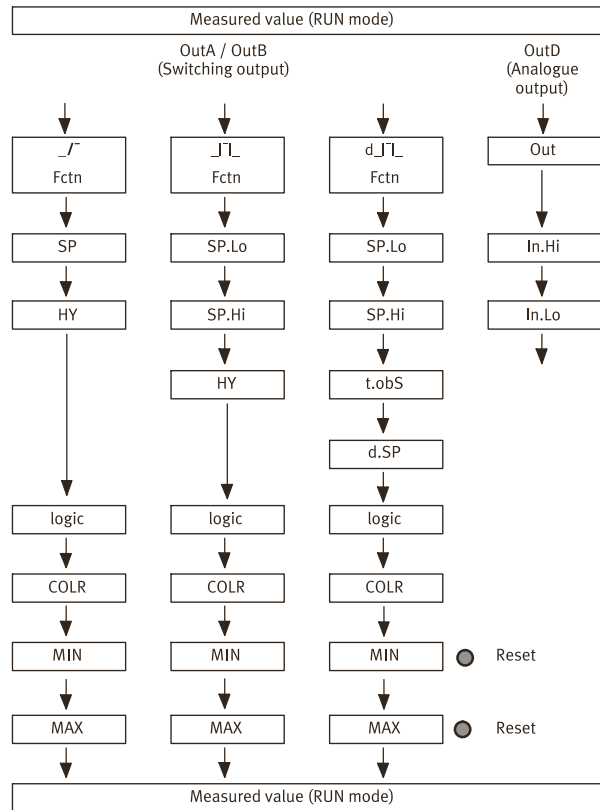

Fig. 5
→ Fig.5. В конце отображаются мин. и макс. значения. Их можно сбросить с помощью кнопки Edit (Редактирование).
→ Fig.5.
Пояснения к → Fig.5
- Повторяйте пункты 4 и 5 до тех пор, пока не будут настроены все параметры → Fig.5.